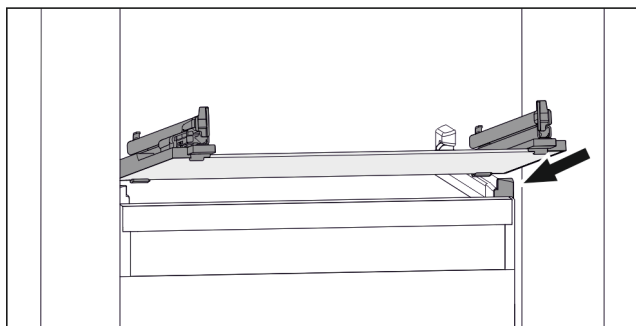

Fig. 46 Simbolična slika steklene plošče
- ▶ Steklenu ploščo postavite v poševnem položaju za zaustavljalniki. (glejte Fig. 46)